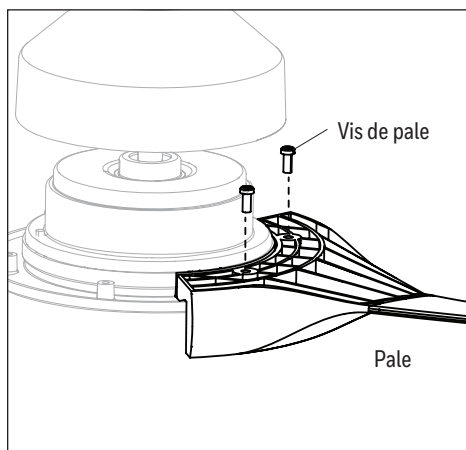

Figure 5.3
3. Fixez les pales à l'anneau de pales à l'aide des six vis à pales de la trousse de quincaillerie (Figure 5.3).